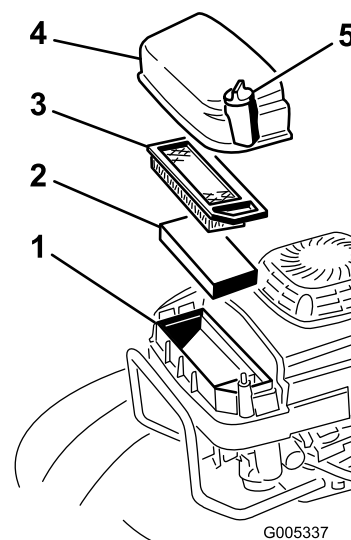

Figure 29
2. Retirez les vis de fixation du couvercle du filtre à air (Figure 29).
3. Enlevez le couvercle et nettoyez-le soigneusement (Figure 29).
4. Enlevez et examinez l'élément filtrant en papier (Figure 29) et mettez-le au rebut s'il est excessivement encrassé.